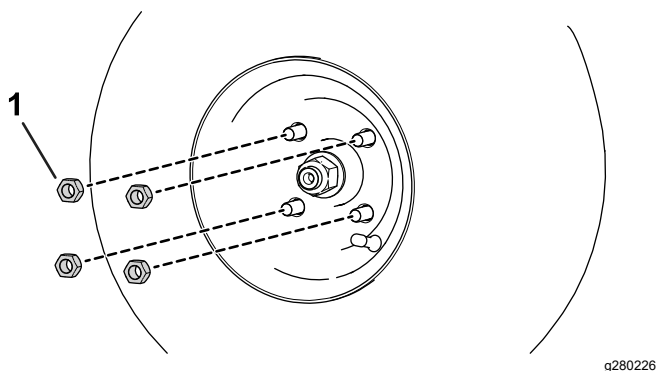

Рисунок 49
- А. Ослабьте и отверните зажимные гайки колес (Рисунок 49).
- B. Заверните зажимные гайки колес (Рисунок 49).